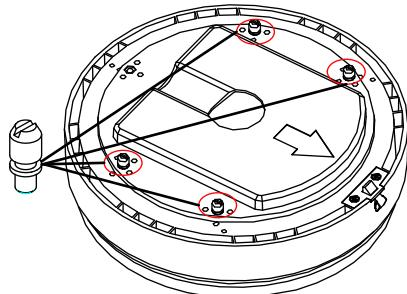

图2-27 安装螺柱
3. 安装螺柱：使用一字螺丝刀将 4 颗螺柱安装到上壳体，如图 2-27 所示。